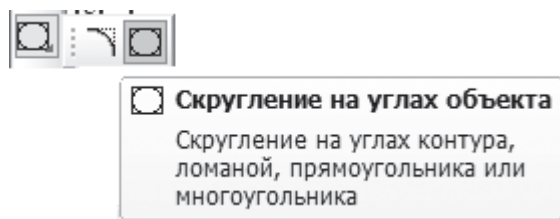
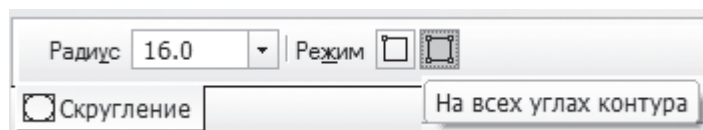
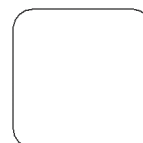

Рис. 43
Рис. 44
Рис. 45
3. Построить скругление всех углов квадрата, используя команду *Скругление по углам* (рис. 43), задав на *Панели свойств* (рис. 44) радиус 16, и сделать активной клавишу *На всех углах контура*. Щелчок левой клавиши мыши на одной из вершин или стороне квадрата приводит к скруглению всех вершин (рис. 45).